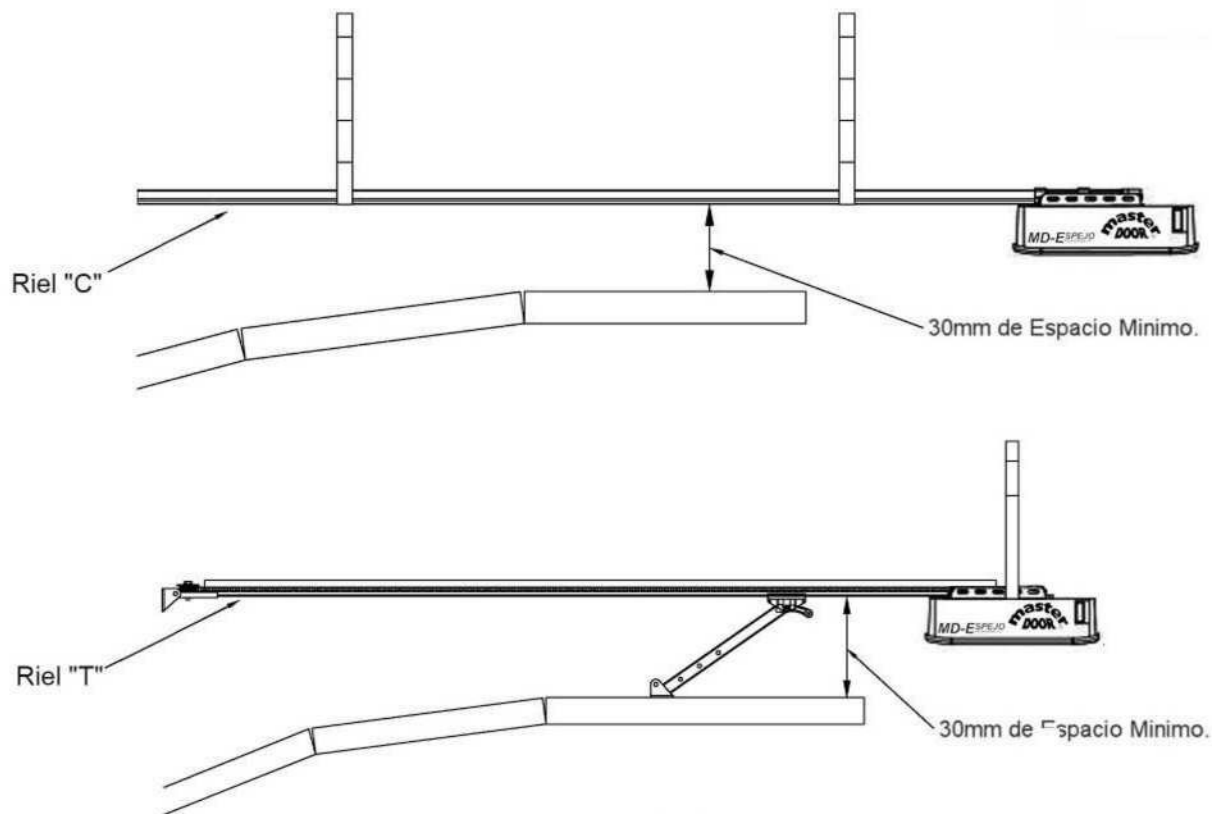

Fig.4
5.Debe haber 30mm de Espacio como Mínimo entre la parte Inferior del Riel y la parte Superior del Portón en el punto de Apertura. Ver. (Fig.4)